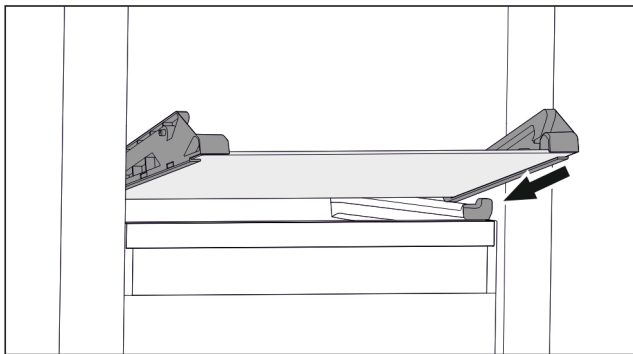

Fig. 109 Скляна пластина відкидного висувного ящика
- ▶ Встановити скляну пластину за стопорами навкоси. (див. Fig. 109)